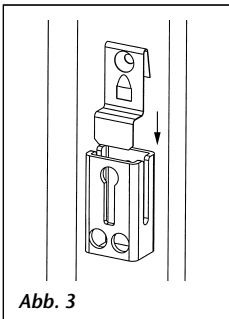

Abb. 3
- 4 Rastfeder einlegen und mit dem Riegelrohr anschrauben (Abb. 3).